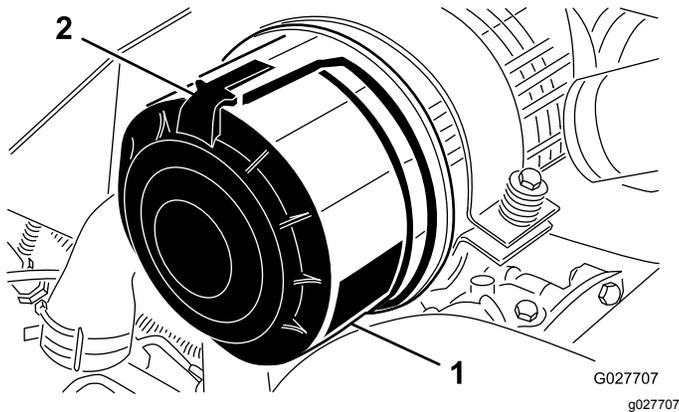

图61
1. 松开将空气滤清器盖固定到空气滤清器壳体上的门锁 图61。